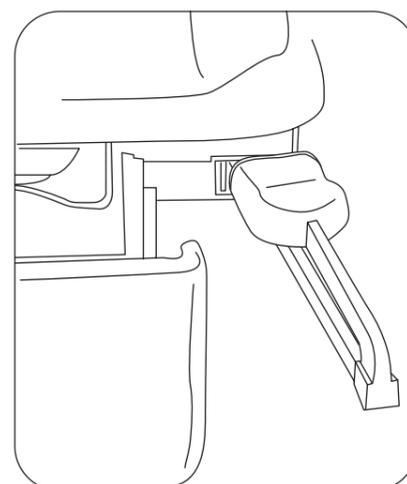

Figure 17. Rangement des étriers
1. Pour ranger les étriers dans la table, saisissez l'extrémité de l'étrier et tirez-le droit jusqu'à son extension complète (Figure 17).